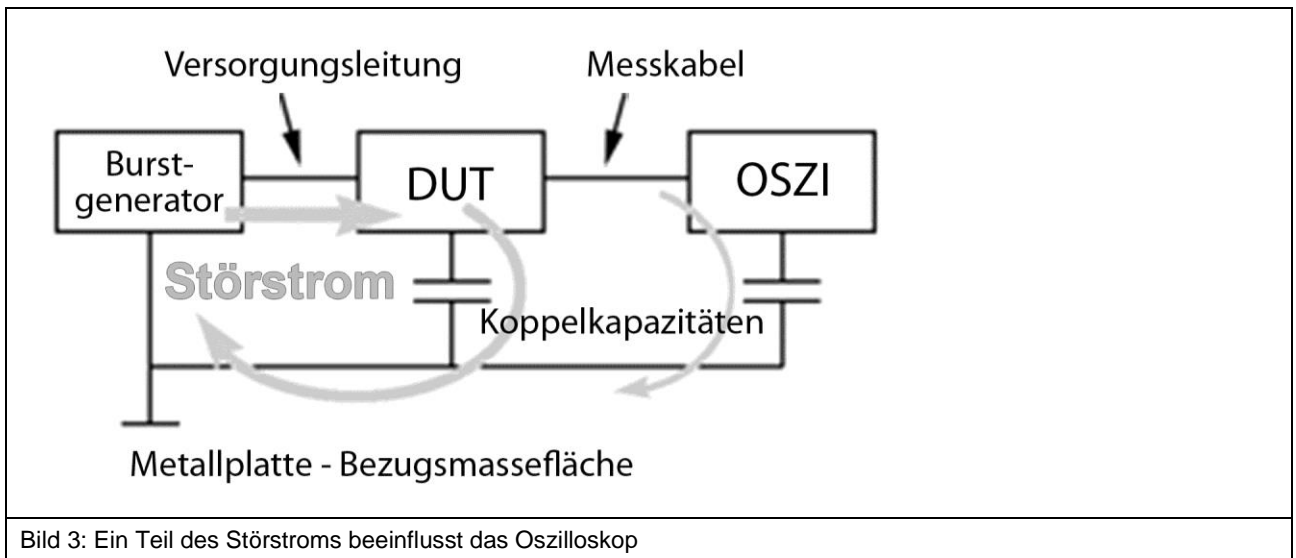

Bild 3: Ein Teil des Störstroms beeinflusst das Oszilloskop
- Wird während der Störbeeinflussung gemessen und dazu z.B. ein Tastkopf eines Oszilloskops im Prüfling angeschlossen, so fließt parallel zum eigentlichen Störstromweg ein Anteil Störstrom über den GND-Anschluss des Tastkopfes zum Oszilloskop (**Bild 3**). Dadurch wird der Störstrom im Prüfling verändert, auf dem Schirm von Tastkopf und Messleitung ein Spannungsabfall erzeugt, der mit gemessen wird, und möglicherweise das Oszilloskop beeinflusst.